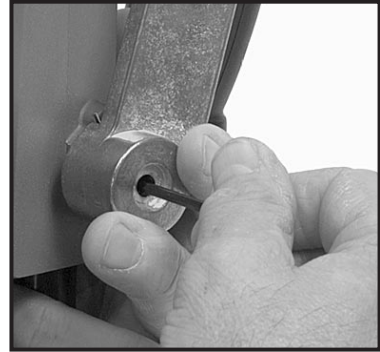

Fig. 10
2. Insérez une clé hex de 1/8 po (non fournie) dans la vis de réglage (voir Fig. 10), et tournez en sens anti-horaire d'environ un demi-tour.